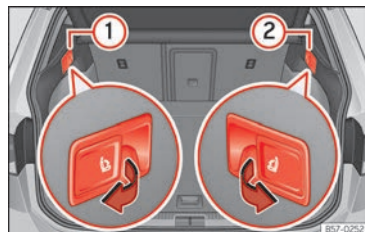

Abb. 78 Im Gepäckraum: Hebel zum Entriegeln der Rücksitzlehne.
- Ziehen Sie am Hebel zur Fernentriegelung auf der linken »» (Abb. 78) ① oder rechten ② Seite der Rückenlehne in Pfeilrichtung. Der entriegelte Teil der Rücksitzbank klappt nun automatisch nach vorn um.